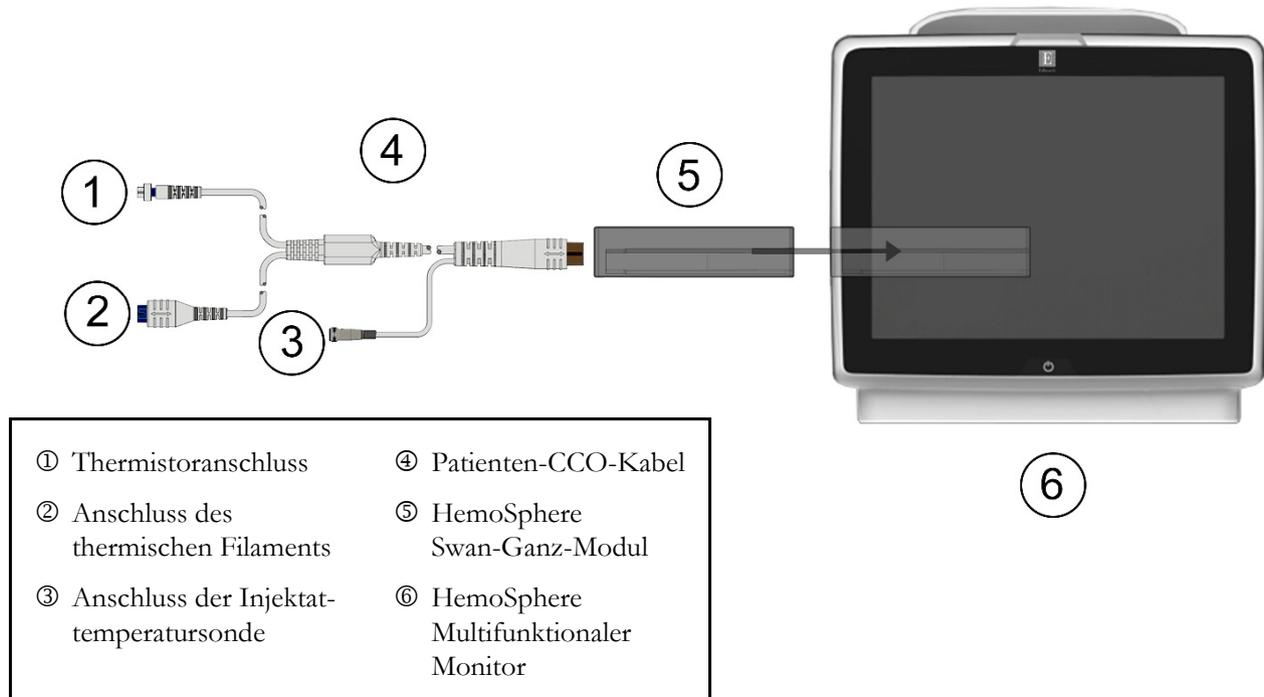

Abbildung 4-1 HemoSphere Swan-Ganz-Modul – Übersicht der Anschlüsse zur Überwachung
Eine Übersicht über die Anschlüsse zur Überwachung mit dem HemoSphere Swan-Ganz-Modul finden Sie in Abbildung 4-1.
- 11** Verbinden Sie den Thermistoranschluss ① und den Anschluss des thermischen Filaments ② des Swan-Ganz CCO-Katheters (Abbildung 4-1) mit dem Patienten-CCO-Kabel.
- 11** Verbinden Sie den Thermistoranschluss des Swan-Ganz-Katheters (①, Abbildung 4-1) mit dem Patienten-CCO-Kabel.
- 12** Schließen Sie die Injektattemperatursonde an den Anschluss für die Injektattemperatursonde ③ des Patienten-CCO-Kabels an. Der Injektatsondentyp (leitungsintegrierte Sonde oder Bad-Sonde) wird automatisch ermittelt.
- 11 Verbinden Sie den Thermistoranschluss ① und den Anschluss des thermischen Filaments ② des Swan-Ganz-Volumetrikatheters (Abbildung 4-1) mit dem Patienten-CCO-Kabel.